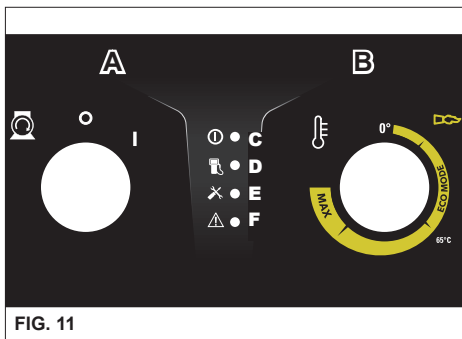

FIG. 11
- 3) Starta tvättaggregatet genom att vrida strömbrytaren till läge "I" (fig. 11 A).
Nollställ de blinkande genom att vrida huvudströmbrytaren "A", fig. 11, till läge "0" och sedan till läge "I".
Efter avslutad användning av "ångfasen", vrid termostatvredet "B" till läge "0" (fig.11), låt apparaten svalna i ca 3 minuter med pistolen öppen.